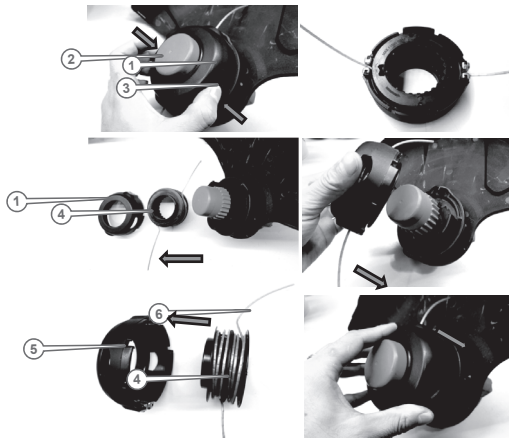

Рисунок 25. Схема заміни жилки різальної головки.
2. Розблокувати кришку головки кнопками розблокування (3, рис. 25) з обох боків головки.
3. Зняти кришку (1, рис. 25) різальної головки, котушку із жилкою (4, рис. 25).
5. Протягнути жилку (6, рис. 25) крізь отвір котушки та рівномірно намотати на котушку не вище обмежувальних країв, залишивши кінці назовні (рис. 25).
6. Встановити котушку (4, рис. 25) з намотаною жилкою в кришку (1, рис. 25) так, щоб кінчики жилки потрапили у пази (5, рис. 25) та виходили з обох боків кришки.